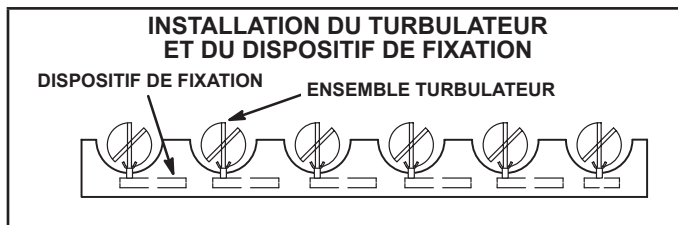

Figure 5
- 10 - Insérer soigneusement les ensembles turbulateurs dans les tubes de l'échangeur de chaleur. Les orienter comme illustré à la Figure 5.